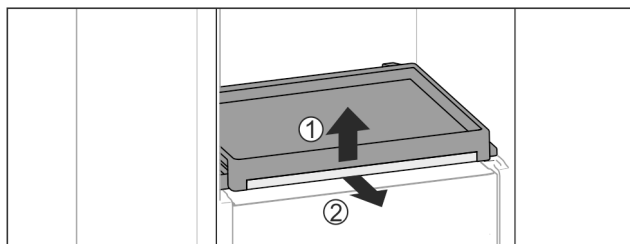

Fig. 77
- ▶ Wyjmowanie wysuwanej półki oraz szklanej płyty: Podnieść lekko szklaną płytę z przodu Fig. 77 (1) i wyciągnąć do przodu Fig. 77 (2).